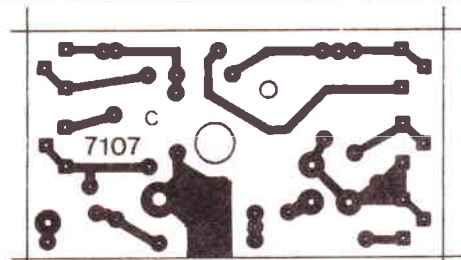

Fig. 17. - C.I. de l'atténuateur.
**Le C :** figure 17. Simple face 15/10. Il est destiné aux composants de l'atténuateur d'entrée. Il se monte entre les galettes de K.